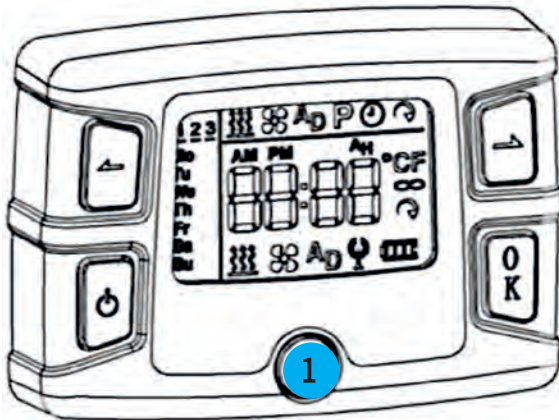

Fig. 43
Entfernen Sie die Abdeckkappe **Fig. 43** (1), um das Bedienelement festzuschrauben.